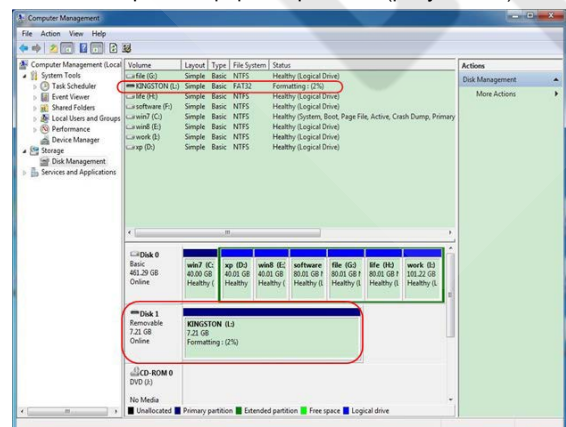

Рисунок 4.5. Процесс форматирования USB-накопителя
- 6) Выполняется процесс форматирования (рисунок 4.5).